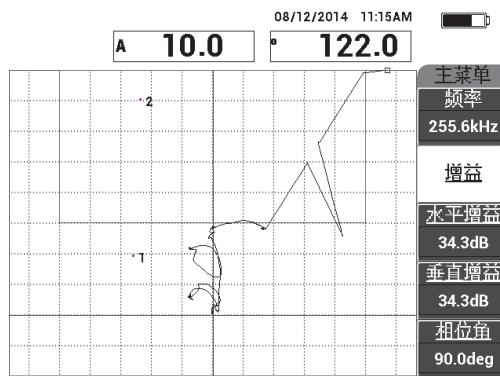

图6-42 调整增益设置更高的点
11. 调整增益（B键），在大约满屏高90%处设置更高的点（参见第141页的图6-42）。